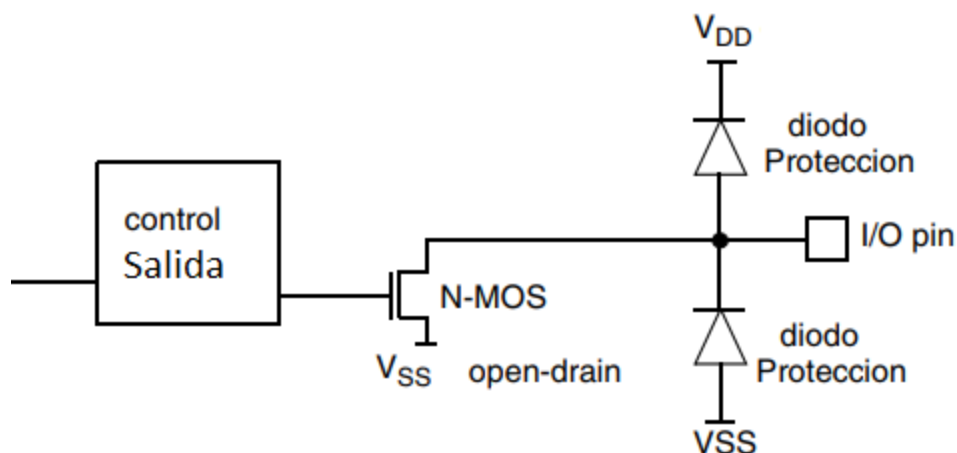

Figura 32. Configuración de salida Open Drain, o drenaje abierto, llamado así por el pin de drenaje del mosfet.
**Configuración en salida Open- Drain:** Esta configuración es de salida. Tiene la posibilidad de alimentar una carga con un voltaje diferente al voltaje de alimentación del microcontrolador. Ver la figura 32.